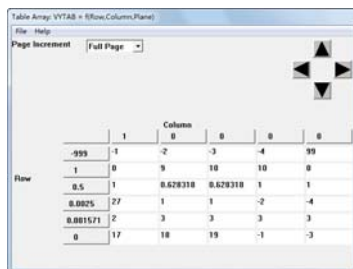

图 9-13 “Table Array: UXTAB =f (Row, Column, Plane)”对话框
⑩单击“Array Parameters”对话框中的“Edit”按钮，会弹出“Table Array: UXTAB=f(Row, Column, Plane)”对话框，在输入框中的第一列从第二行开始依次输入 -999、1、X0、AMAX、OMEGA*AMAX、0，第二列依次输入 1、-1、0、1、27、2、17，第三列依次输入 0、-2、9、OMEGA、1、3、18，第四列依次输入 0、-3、10、OMEGA、1、3、19，第五列依次输入 0、-4、10、1、-2、3、-1，第六列依次输入 0、99、0、1、-4、3、-3，如图 9-13 所示，单击 File→Apply 保存数据，单击 File→Quit 关闭该对话框。